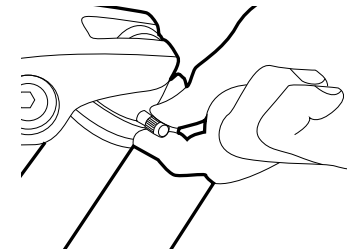

Figure 23. Manipulationen an der Ventilkappe
- Schrauben Sie die Ventilkappe ab, um Zugang zum Dämpferventil zu erhalten. Über das Ventil können Sie den Luftdruck anpassen, wie in der Abbildung 23.